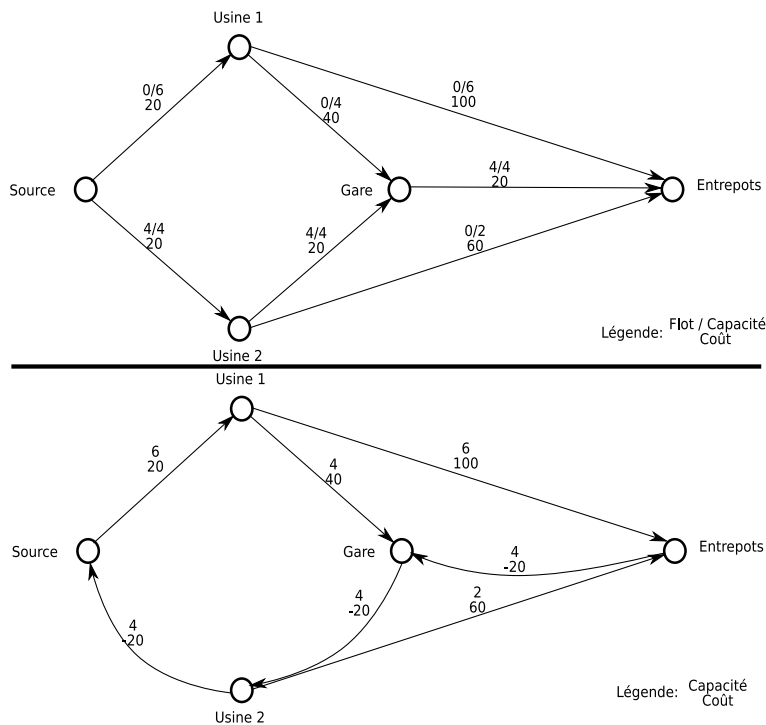

FIG. 2.55 – Graphes de la deuxième itération
**Deuxième itération :** Le flot maximal n’est pas atteint, il faut continuer. Pour cela il faut établir le nouveau graphe associé au flot qu’on a déjà fait passer (figure 2.55).